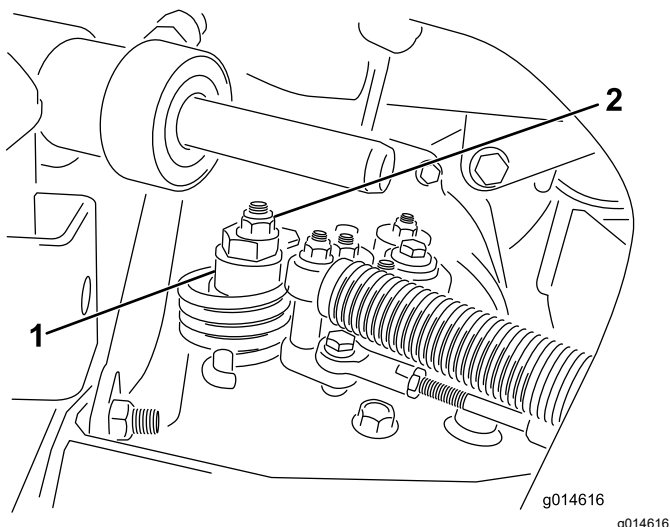

Figura 37
- A. Afloje la tuerca que sujeta el excéntrico a la parte superior del hidrostato (Figura 37).
- C. Gire el excéntrico hasta que no haya movimiento en ningún sentido. Cuando la rueda deje de girar, apriete la tuerca para bloquear el excéntrico y el ajuste (Figura 37). Compruebe el ajuste con el acelerador en las posiciones LENTO y RÁPIDO.